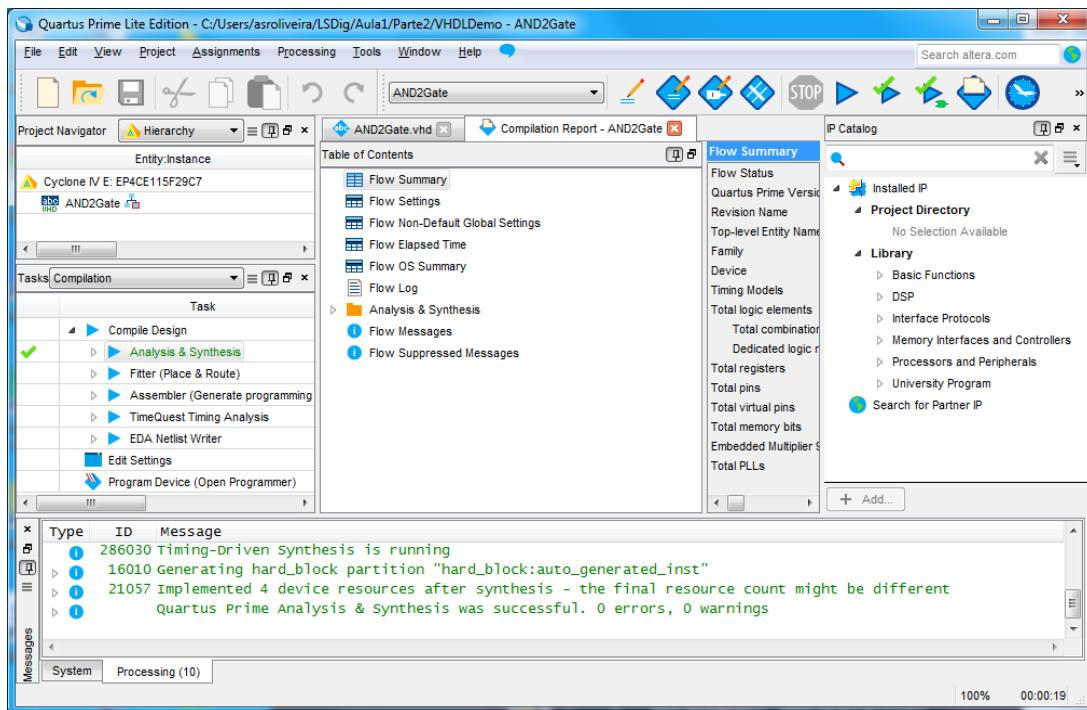

Figura 36 – “Quartus Prime” IDE após a execução da “Analysis &amp; Synthesis”.
**6.** Seguidamente vai ser validado por simulação o comportamento da porta lógica modelada. No entanto, antes de efetuar a simulação, execute a opção “Analysis & Synthesis” para que a correção sintática e estrutura do projeto sejam analisadas. Após a execução da “Analysis & Synthesis” o IDE deve apresentar o aspeto da Figura 36.